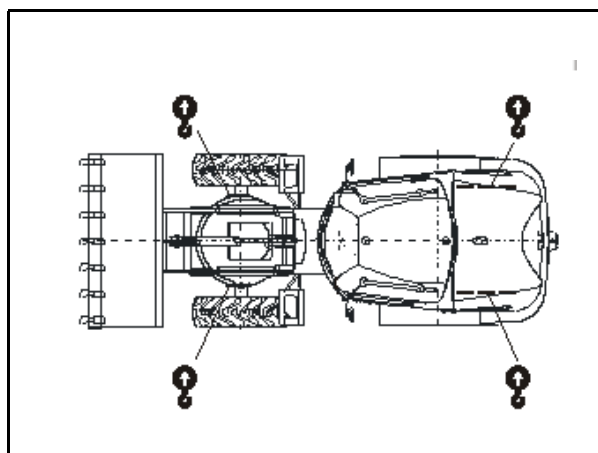

Figure 43 Amarrage de transport
- Amarrer correctement la machine aux points marqués prescrits (Figure 43).